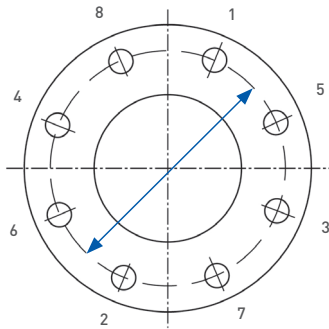

Figure 6: Flange DN80/100
- ziehen Sie die Schrauben schrittweise über Kreuz an (siehe Abbildung 6 – Reihenfolge von 1 bis 8).